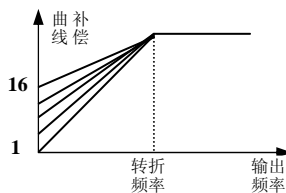

图 9-1 转矩提升曲线
- 共有 16 条“直线型转矩补偿曲线”，用于提高低频时的输出转矩，数值越大，补偿也越大，如图 9-1 所示。